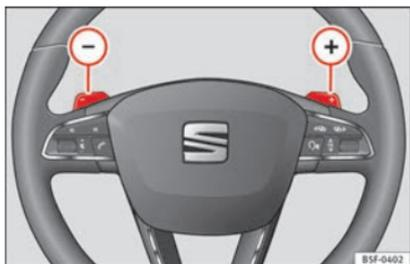

Fig. 193 Volante: leve per il cambio automatico.
- Premere la leva a bilanciere del cambio (+) per inserire una marcia superiore »» fig. 193.